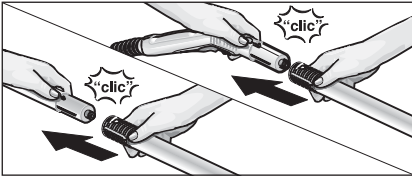

Рис. 3: Приєднання подовжувальних трубок
- При необхідності користуйтеся подовжувальними трубками (G1). При цьому одну або обидві подовжувальні трубки (G1) приєднайте до парового пістолета (С1) (див. рис. 3). Після цього надягніть необхідну насадку (D1, E1, F1, H1) на вільний кінець подовжувальної трубки.